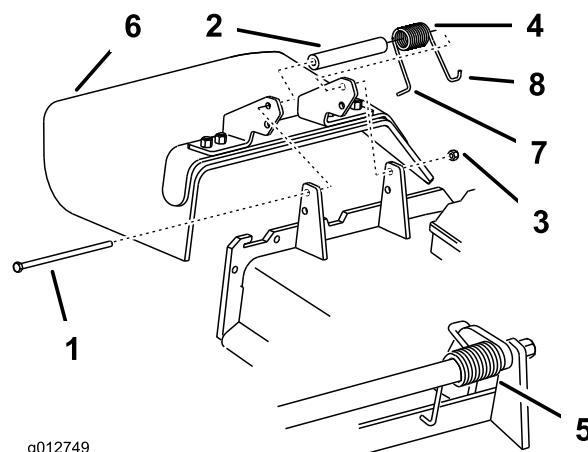

Figura 60
1. Retire la contratuerca, el perno, el muelle y el espaciador que sujetan el deflector a los soportes de pivotaje (Figura 60). Retire el deflector de hierba dañado o desgastado.
Nota: Asegúrese de colocar el extremo en **L** del muelle detrás del reborde de la carcasa antes de instalar el perno, según se muestra en la Figura 60.
3. Instale el perno y la tuerca. Coloque el extremo en **J** del muelle alrededor del deflector de hierba (Figura 60).